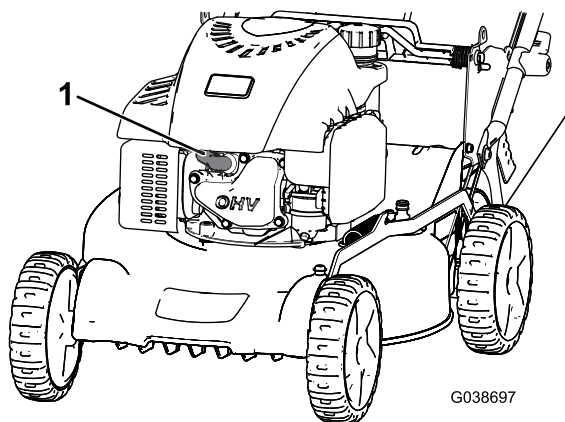

Figura 26
2. Scollegate il cappellotto dalla candela (Figura 26).